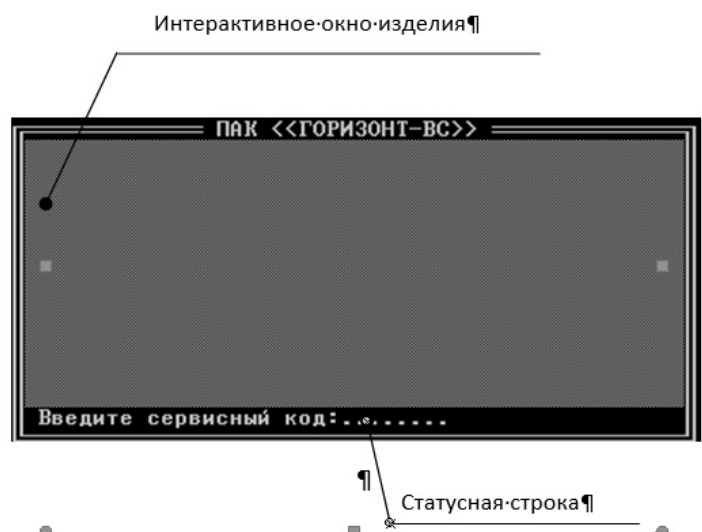

Рисунок 26 – Инсталляция ПАК «Горизонт-ВС»
- включить ПЭВМ - начнется процесс инициализации, признаком завершения является начало процедуры инсталляции (при аппаратной инициализации после завершения процедуры инициализации выполняется автоматический переход к процедуре инсталляции (Рисунок 26):